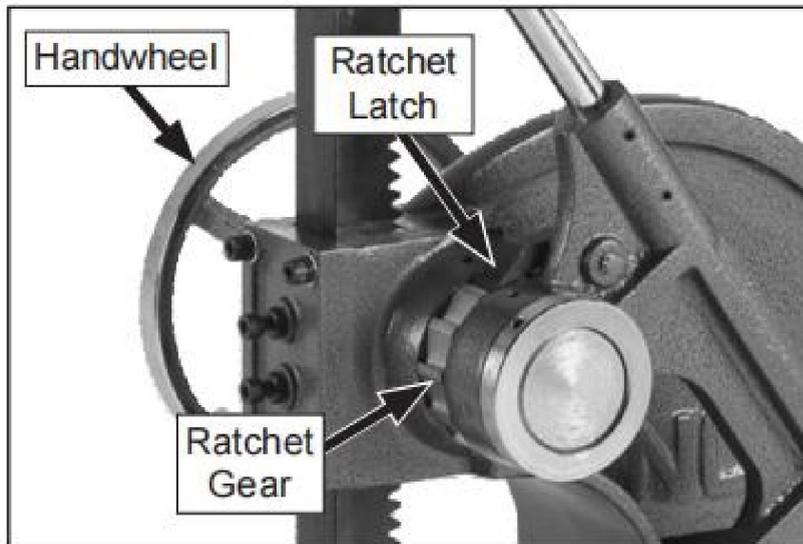

Figure 9. Ratchet latch components.
3. Bewegen Sie den Kolben mithilfe des Griffs einige Male nach unten, um die Einstellung zu überprüfen. Heben Sie die Sperrklinke an (siehe **Abbildung 9**) und heben Sie den Stempel mit einem Handrad nach oben. Wenn
1. Um den Stempel abzusenken, rastet die Ratsche in das Ratschengetriebe ein, wie in **Abbildung 9**.